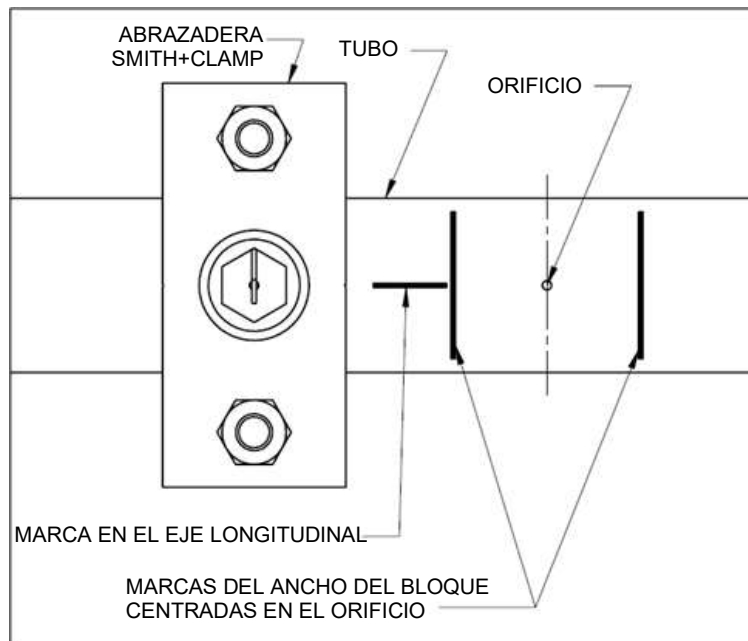

Figura 3
4. Para ayudar a alinear la abrazadera "PLIDCO Smith+Clamp", puede ser útil marcar la ubicación del orificio en relación con el centro del cono de sellado usando una pluma de grasa, como se muestra en la Figura 3. Marque una línea horizontal longitudinalmente por el centro del tubo, y 2 líneas verticales centradas alrededor del orificio que tengan el mismo ancho aparte que la abrazadera "PLIDCO Smith+Clamp".